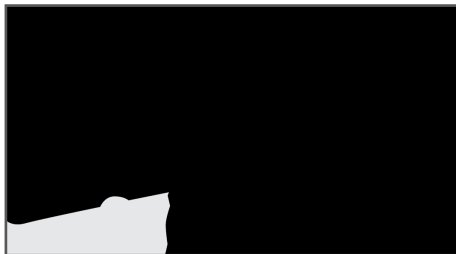

Рис. 25 Добавление смазки в редуктор
- Через отверстие в корпусе редуктора добавьте в редуктор около 50 г смазки CHAMPION EP-0 (Рис. 25).